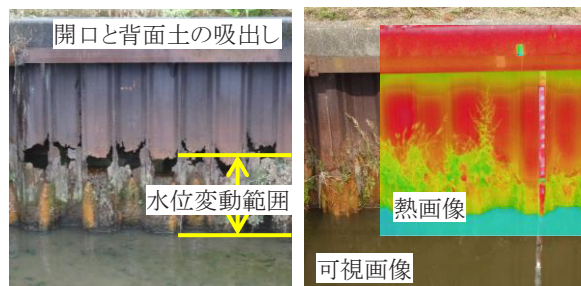

図1 鋼矢板の腐食状況 図2 鋼矢板の熱画像例
- 鋼矢板水路は長期間の供用で腐食が進行しています(図1)。腐食が進行すると、開口や背面土の吸出しなど、水路や周辺の安全を損なうおそれがあります。